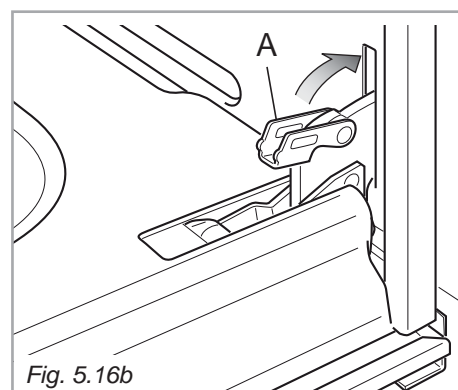

Fig. 5.16b
- Fermer le levier "A" sur les charnières gauche et droite (fig. 5.16b).